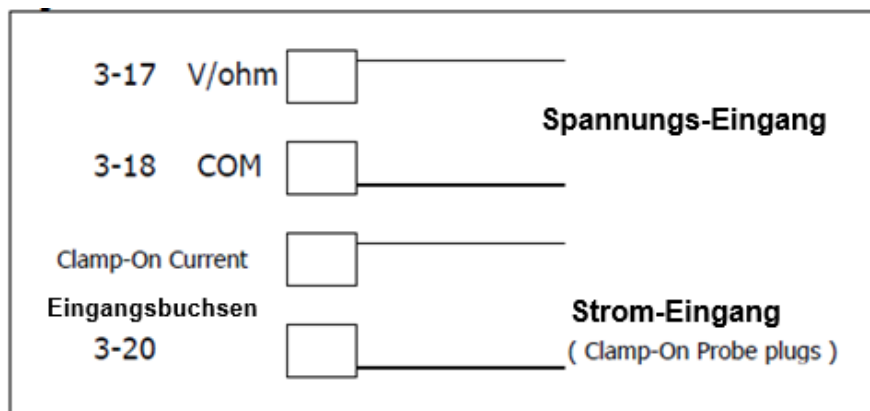

Abb.4
- 1) Verbinden der Kabel nach folgendem Schema (s. Abb. 4)